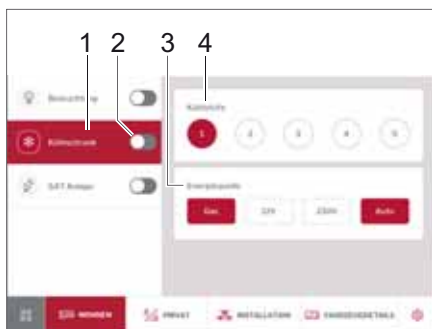

Bild 271 Kylskåp
- Med skjutreglaget (Bild 271,2) sätter du på och stänger av kylskåpet.
- Klicka på knappen *Kylskåp* (Bild 271,1).
På kontrollpanelen kan du ställa in kylnivå (Bild 271,4) och energikälla (Bild 271,3).